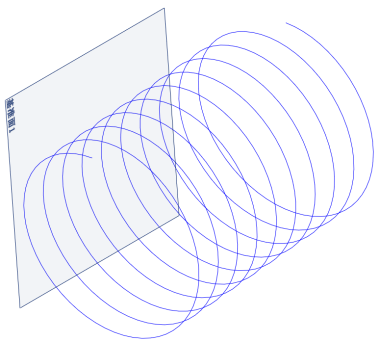

图 4-15 通过垂直于曲面创建基准面对象
(3) 单击【垂直】按钮和【确定】按钮, 即可通过垂直于曲面创建基准面对象，效果如图 4-15 所示。